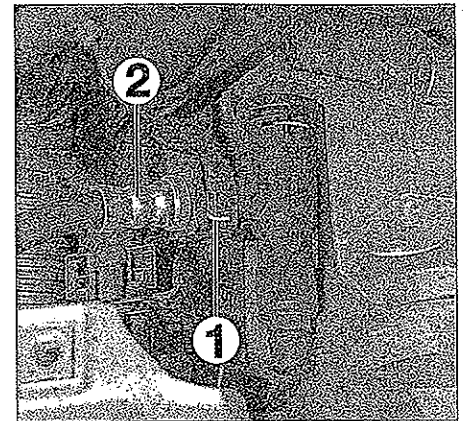

FIG. 5
- Retirar la grapa (1) de la tubería (2) de embrague (fig. 5) y desconectarla.